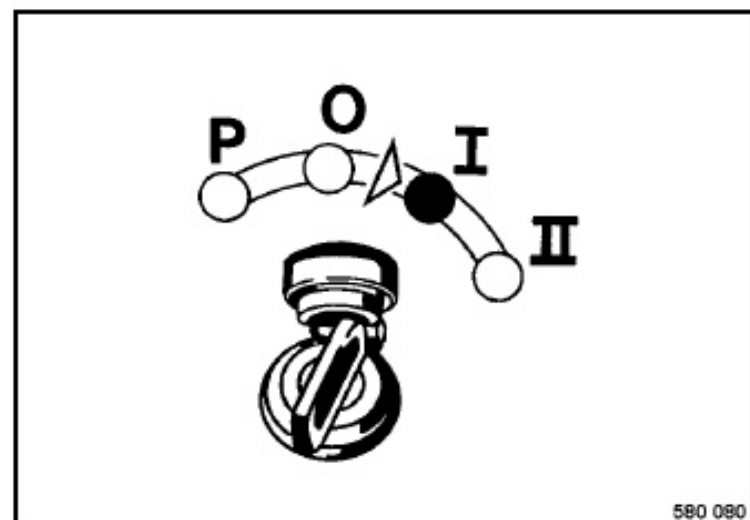

Fig. 74
- Girar la llave de encendido (Fig. 74) a posición „I“.